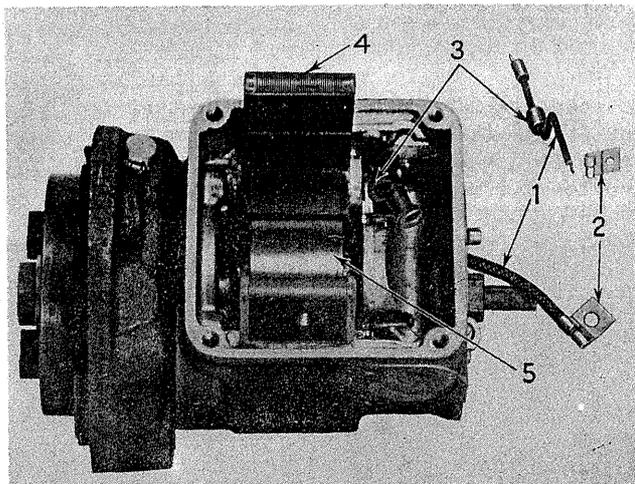

FIGURE 97 - EMBLACEMENT ET MONTAGE DU FIL PRIMAIRE.
Le condensateur (3) figure 91 est placé dans le corps de la magnéto. Pour enlever le condensateur en laissant la bobine en place, enlevez d'abord l'interrupteur de masse (1) en retirant les vis (A). Courbez la rondelle de blocage (7) en l'écartant du méplat de la vis (8) de la borne. Vous pourrez retirer la vis avec la rondelle de blocage et la rondelle extérieure en bakélite (6). Enlevez le couvercle de la bobine, puis le collier du condensateur et la vis (2). Repoussez le condensateur dans le bâti et retirez la rondelle intérieure en bakélite (5) ainsi que les deux fils primaires (9) de la borne du condensateur. Le fil primaire qui va du linguet au condensateur est caché mais il est indiqué dans la figure 97, (repère I). Vous pourrez alors extraire le condensateur en le faisant avancer à travers le côté de la magnéto. Pour monter le condensateur sur la magnéto procédez dans l'ordre inverse.
Le fil primaire (1) reliant le linguet à la borne du condensateur, doit être ajusté très serré dans la rondelle en caoutchouc (3) et celle-ci doit elle-même être ajustée très serrée dans le bâti de la magnéto (figure 97). Le fil primaire et la rondelle en caoutchouc doivent faire corps avec le bâti de la magnéto.
5. Faites tourner le rotor jusqu'à ce que les pôles de l'aimant recouvrent l'espace qui se trouve entre les masses polaires dans le corps de la magnéto, comme indiqué figure 97. L'attraction magnétique maintiendra l'aimant dans cette position; regardez entre la bobine et le corps de la magnéto pour voir le pôle de l'aimant venir en position.